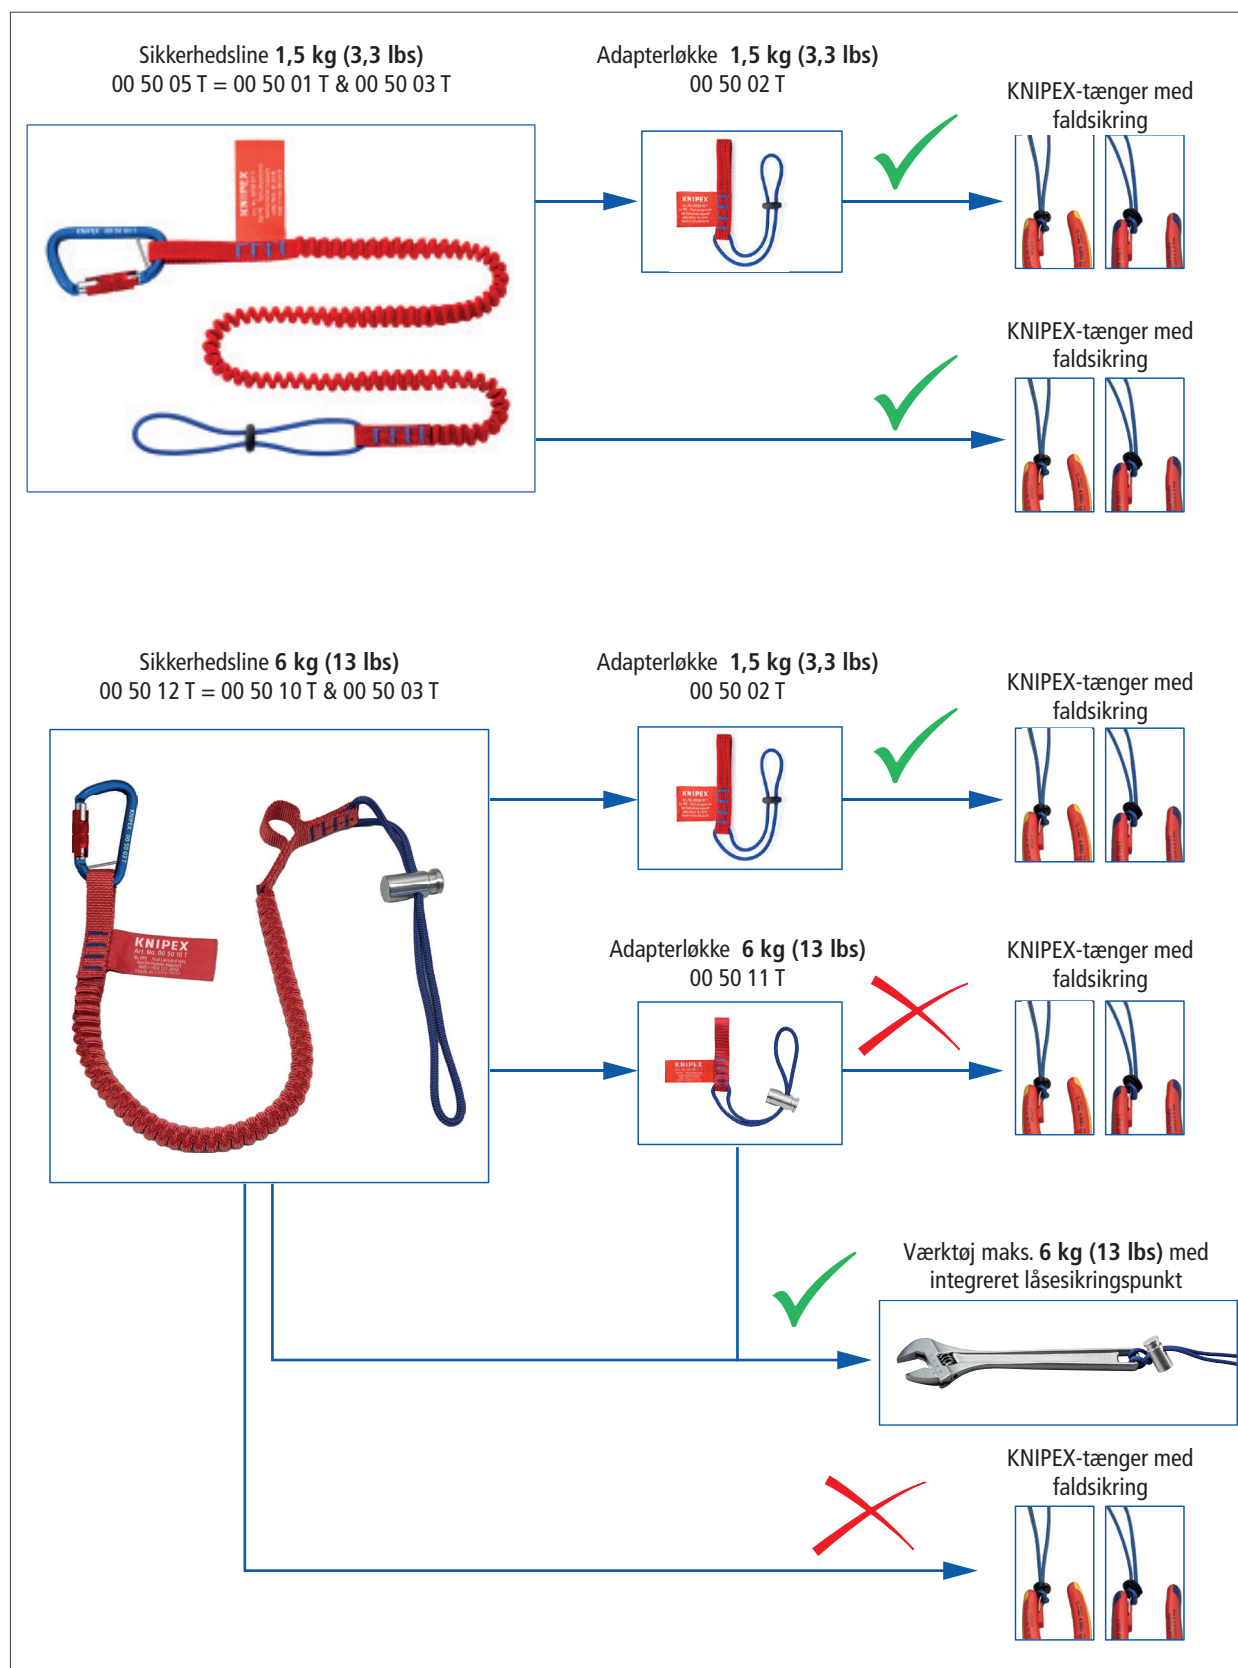

fig. 5: Kompatibilitet med KNIPEX værktøjer med faldsikring
- Når du fastgør et KNIPEX-værktøj med et fastgørelsespunkt til din sikkerhedsline eller adapterløkke (fig. 5), skal du kontrollere, om sikkerhedslinen eller adapterløggen er kompatibel.
- For at fastgøre et KNIPEX-værktøj med faldsikring til en 6 kg (13 lbs)-sikkerhedsline (KNIPEX 00 50 10 T) skal 1,5 kg (3,3 lbs)-adapterløggen (KNIPEX 00 50 02 T) (fig. 5) anvendes. (Snoren på 6 kg (13 lbs)-versionen er for tyk til at passere gennem fastgørelsespunktet på værktøjet).